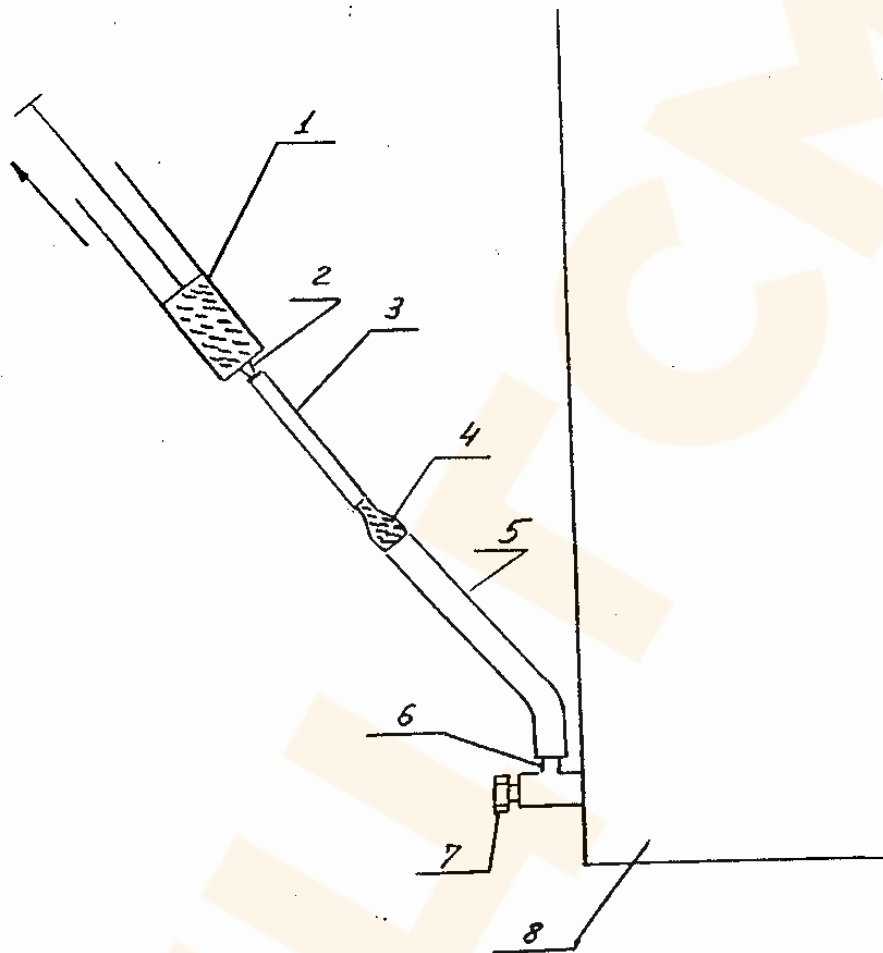

Рис.1. Отбор проб масла из бака трансформатора
На рис. 1 изображен отбор проб масла из бака трансформатора: маслоотборный штуцер (6) должен быть очищен от загрязнений. Отбор масла из штуцера бака трансформатора (8) осуществляют с помощью маслоотборного устройства, например, специального шприца "МИЦ ГСМ", в комплект с которым уже входит в т.ч. резиновая трубка (5) с внутренним диаметром 4-6 мм, стеклянный переходник (4) и резиновая трубка (3) с внутренним диаметром 2-3 мм. Основным требованием к маслоотборному устройству является обеспечение герметичного соединения штуцера бака трансформатора и шприца-пробоотборника, поэтому один его конец должен плотно надеваться на штуцер (6), а другой на шлиф (конюлю) шприца (2).